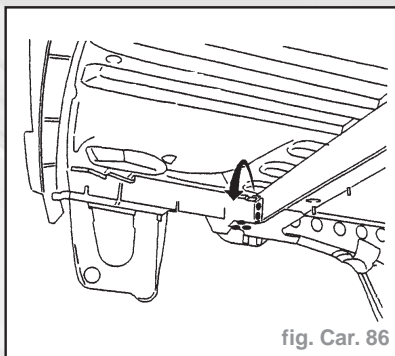

fig. Car. 86
- Dégraffer les points extérieurs (suivant flèche) (fig. Car. 86).